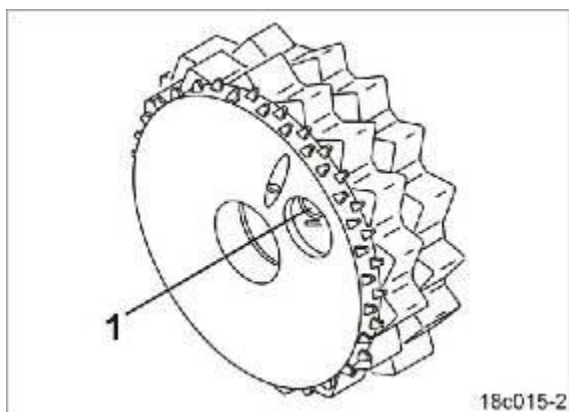

Рис.54
1. Поворачивайте обычную высевальную катушку на высевном валу вручную до тех пор, пока не станет виден штифт (Рис. 54/1) в отверстии.